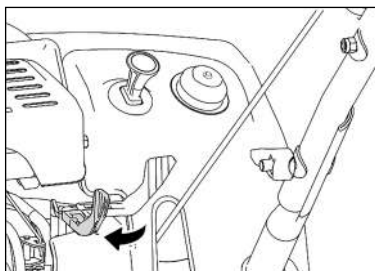

Рис. 13
8. Когда двигатель прогреется, медленно переведите рукоятку воздушной заслонки в положение «Открыто» (рис. 13).